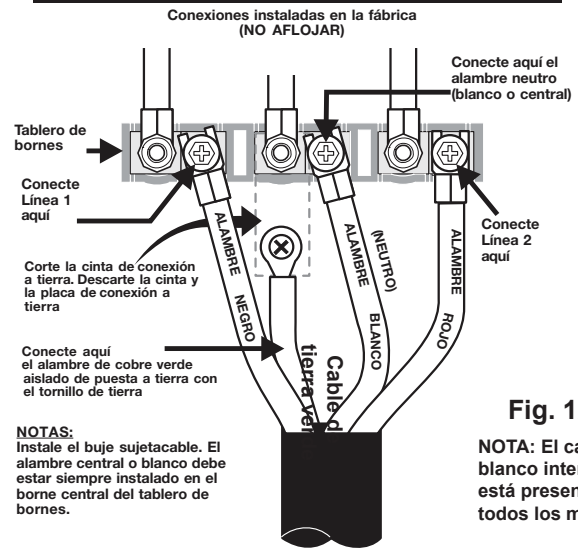

Fig. 12
## 5A. CONEXIONES DEL CORDON DE ALIMENTACION (Instrucciones para Conexión Tetrafilar - Consulte la Fig.12)
4. Conecte el alambre de puesta a tierra (Verde) con el ojal en el marco del electrodoméstico con el tornillo de tierra usando el mismo agujero del marco donde estaba originalmente instalado el tornillo de tierra (Ver Fig. 12).